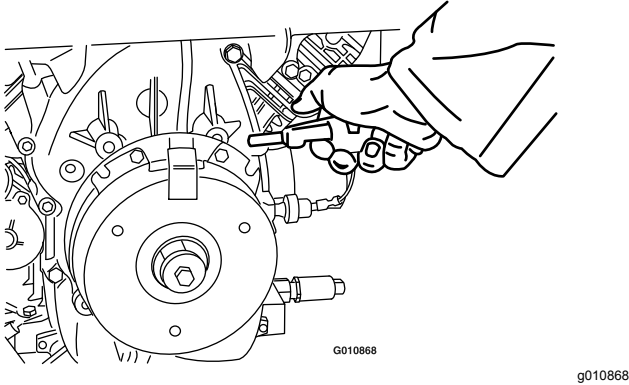

Figura 81
3. Utilizar un compresor de aire, elimine cualquier residuo de debajo del polo de freno y de alrededor de los espaciadores del freno (Figura 81).